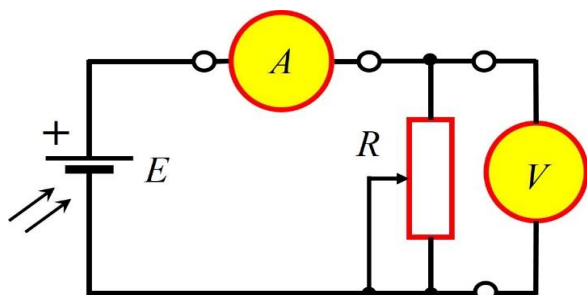

Рис. 7.18. Схема для измерения ВАХ солнечной батареи.
1. Соберите схему для измерения ВАХ солнечной батареи (рис. 7.18 и 7.19). В качестве вольтметра используется мультиметр DT-830B в режиме измерения напряжения, а в качестве амперметра – мультиметр MS8040 в режиме измерения силы тока.